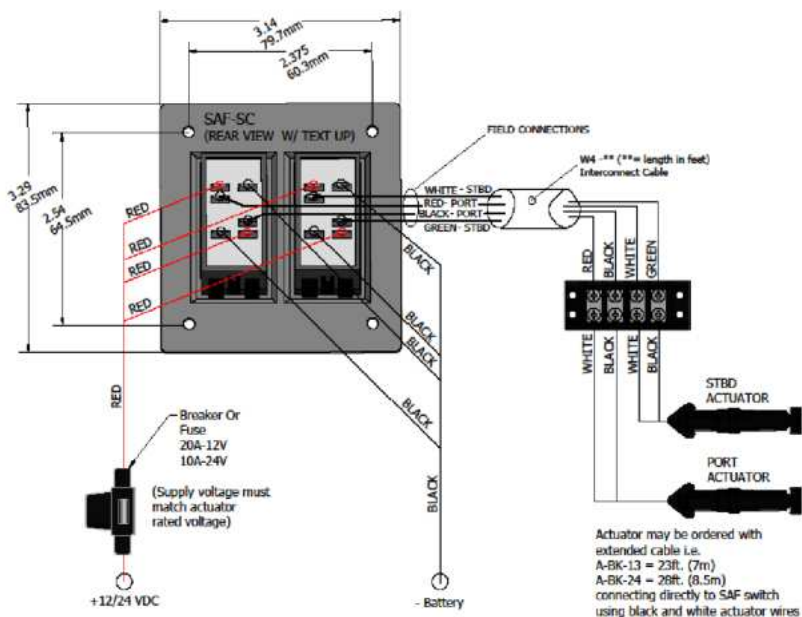

Рис.4
1. В комплекты КА входят актуаторы с удлинненным кабелем длиной 6' (1,8 м) и кабелем длиной 20' (6,1 м) (W4-20) для подсоединения от актуаторов к панели управления (см. рис. 4). Этот кабель также доступен в более длинном варианте. Посетите www.lectrotab.com, дополнительные длины кабелей указаны в разделе Продукция/Отдельные детали и аксессуары.
5. Прижмите вилочные клеммы к обрезанному концу черного кабеля актуатора и подсоедините к клеммной колодке с 4 выступами, как показано на рис. 4.
6. Прижмите вилочные клеммы к обрезанному концу 4-жильного серого кабеля (W4-20) и прикрепите к клеммной колодке с 4 выступами, как показано на рис. 4.
2. Если для подключения переключателя к актуаторам используется кабель W4-**, проложите отрезанный конец кабеля от клавишного переключателя к клеммной колодке транца. Нажимной клеммный конец 20-дюймового (6,1 м) 4-жильного кабеля 14 AWG (2,08 мм кв.) подключается к переключателю (комплекты КА) или проложите более длинный 23-футовый (7 м) кабель актуатора непосредственно к клавишному выключателю (комплекты ХКА). Подсоедините кабель к переключателю, как показано на рис. 4.
3. Подключите плавкий источник питания 12 В постоянного тока, как показано на рис. 4. Напряжение источника питания должно соответствовать напряжению актуатора.